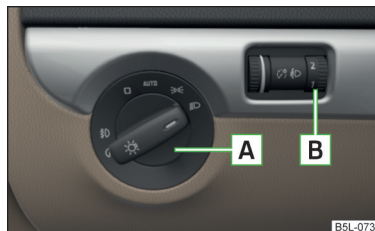

Fig. 43
En los vehículos con dirección a la derecha se desvía en parte el orden de los elementos de mando según el orden mostrado en » fig. 43 de la página 66. Los símbolos que marcan las posiciones de los elementos de manejo son iguales.
Posicionamientos del interruptor de luz - Gire el interruptor  » fig. 43
- ✓ El interruptor de luz se encuentra en la posición **0** o **AUTO** » fig. 43 de la página 66.